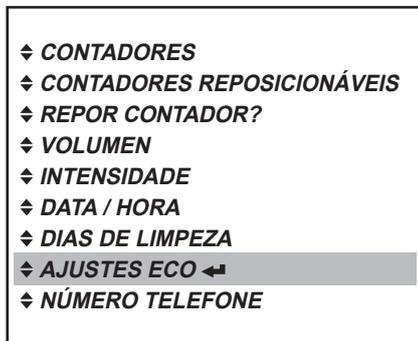

Fig. 39
- Prima a tecla Enter ◀ para acessar o menu «AJUSTES ECO». (Fig 39)